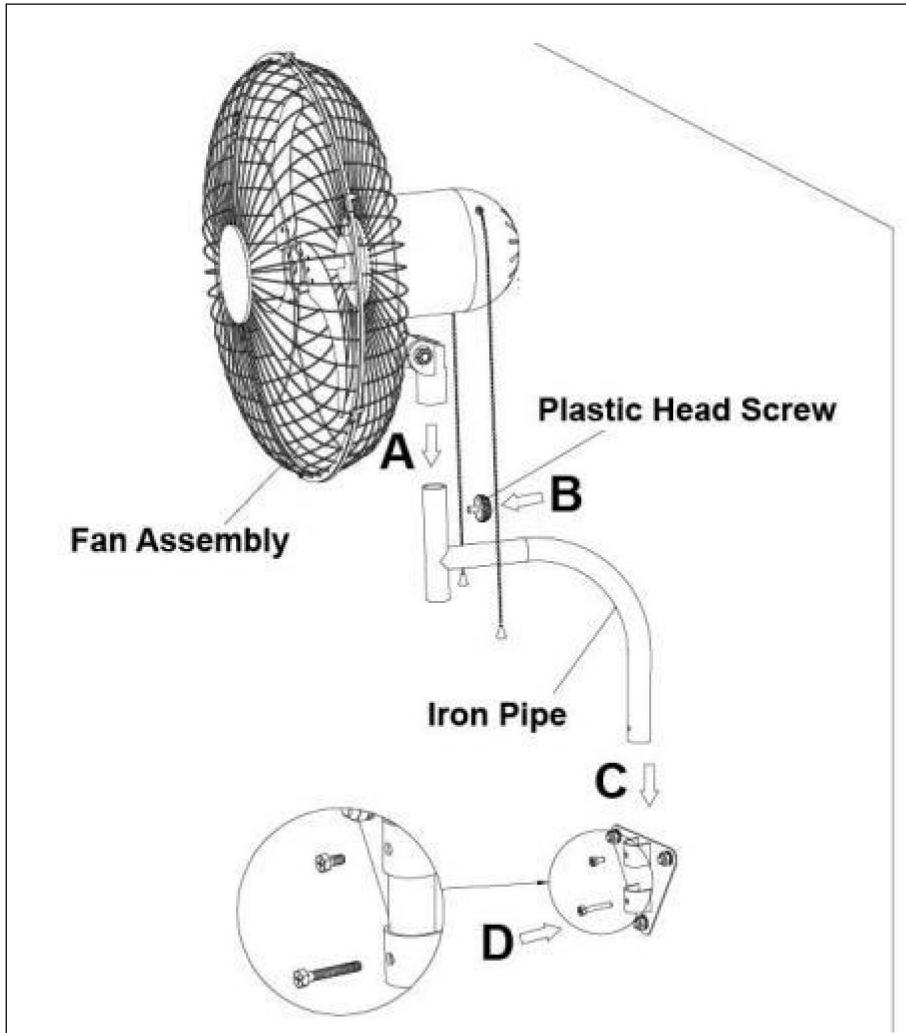

Fig.8. -
- 1). Instale el cabezal del ventilador en el tubo de hierro, luego bloquee el tornillo con cabeza de plástico (9), como se muestra en la Fig.8. -AB
- 2). Instale el cuerpo del ventilador en el panel de pared (2) y luego bloquee los tornillos del soporte 1 (4) y los tornillos del soporte 2 (5). Tenga en cuenta que los orificios para tornillos en el soporte deben corresponder a los orificios para tornillos en el panel para colgar en la pared. Como se muestra en la Fig. 8, CD